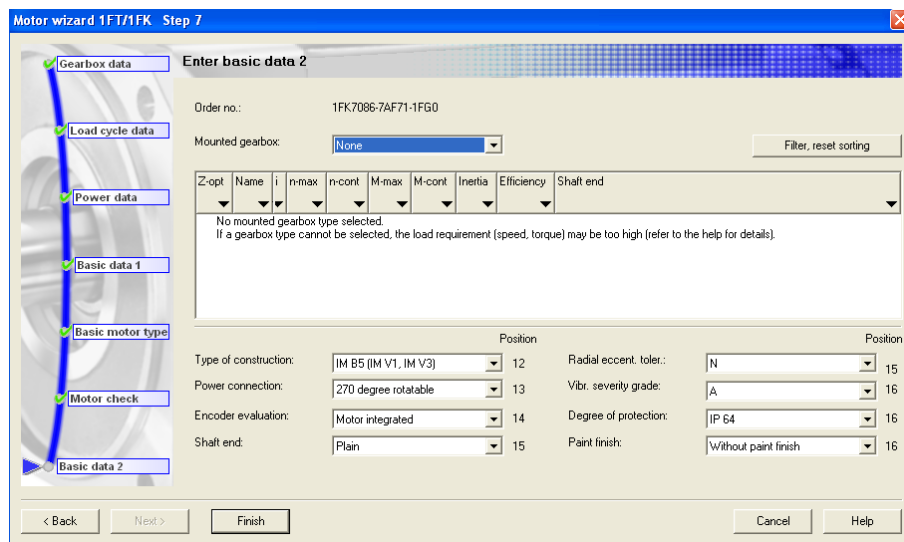

Figura 3.2.27 “Enter basic data 2”
Paso 7 *Enter basic data 2* (figura 3.2.27): este es el último paso para la configuración del motor, en el se configuran las últimas características, como son, el tipo de construcción (*Type of construction*), el tipo conexión a la red (*Power connection*), situación del encoder (*Encoder evaluation*), tipo de extremo del eje (*Shaft end*), la tolerancia de excentricidad radial (*Radial eccentricity tolerance*), el grado de intensidad de la vibración (*Vibration severity grade*), grado de protección (*Degree of protection*) y el acabado final (*Paint finish*).